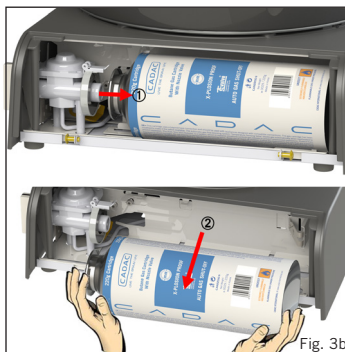

Fig. 3b
- Ouvrir le couvercle de la cartouche et retirer la cartouche en position horizontale (comme illustré à la Fig. 3b).